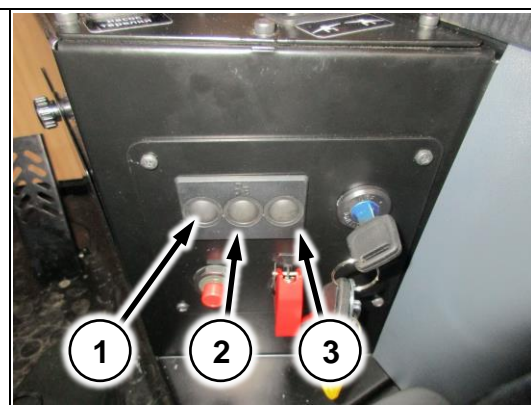

Рис. 9
- (Рис. 8/5,6,7) – индикаторы на панели соответствуют кнопкам для настройки (Рис. 9/1,2,3);
Для сброса суточного пробега нажмите и удерживайте клавишу 1 (Рис. 9/1)
Для настройки приборной панели используйте клавиши, расположенные возле замка зажигания (Рис. 9).
Клавиши (Рис. 9/1,2,3) соответствуют иконкам на панели (Рис. 8/5,6,7).